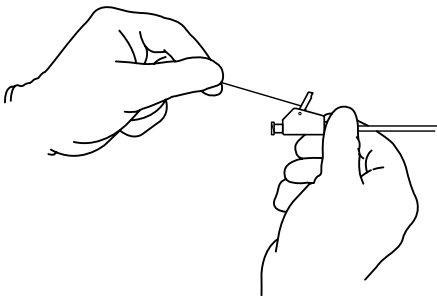

图1
- a. 用一只手固定Mac-Loc接口装置，并回拉缝线，使支架远端形成环状结构。（图1）